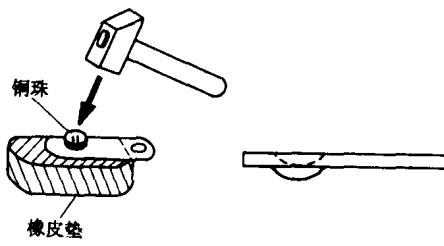

图 3-9
(9) 按图 3-9 所示在弹性薄铜片下面垫一块橡皮，在铜片上画有“+”记号的地方放一粒钢珠，用铁锤敲一下钢珠（见图 3-9 之左图），使铜片上形成一个凹坑（见图 3-9 之右图）。